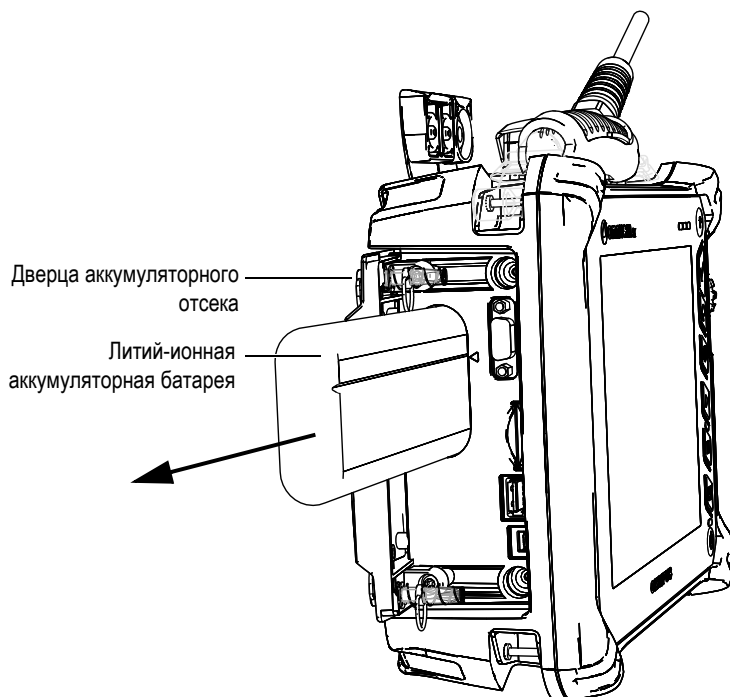

Рис. 3-6 Извлечение литий-ионной батареи
2. Потяните за ленту, чтобы извлечь батарею (см. Рис. 3-6 на стр. 42).